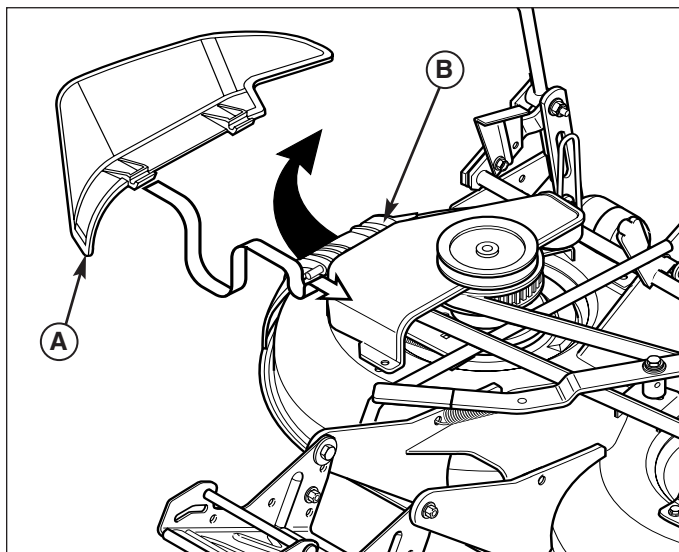

Figura 10. Montaggio del deflettore per lo scarico laterale
1. Alzare il coperchio per mulching (B, Figura 10).
2. Montare il deflettore per lo scarico laterale (A) sotto il coperchio per mulching. Il deflettore per lo scarico laterale si aggancia all'asta della cerniera del coperchio per mulching e viene tenuto in posizione da quest'ultimo.